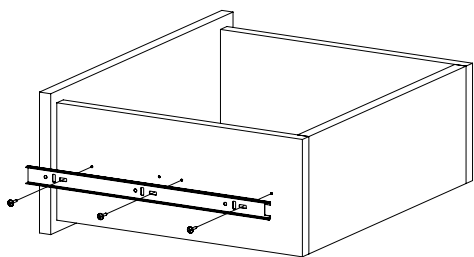

Рис. 9
8. Закрепите внутренние планки направляющих на деталях 4 и 5 шурупами 3,5х16 (Рис. 9).